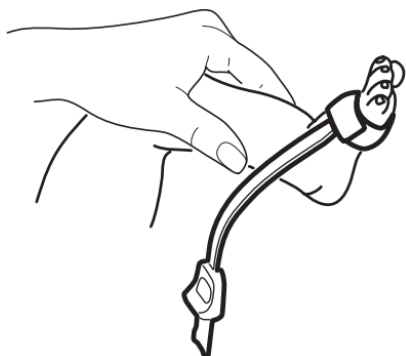

Fig. 15-11 Colocación sensor NEO/PT.
4. Consulte la Fig. 15-11. Verifique que haya quedado en la posición correcta y vuelva a posicionarlo si es necesario.